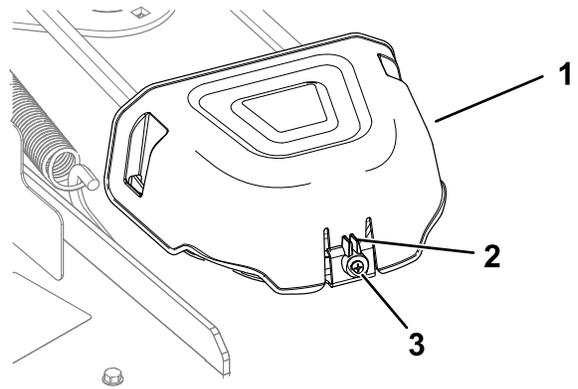

Figura 53
5. Afloje el tornillo y presione la pestaña en la cubierta para retirar las cubiertas de la polea (Figura 53).